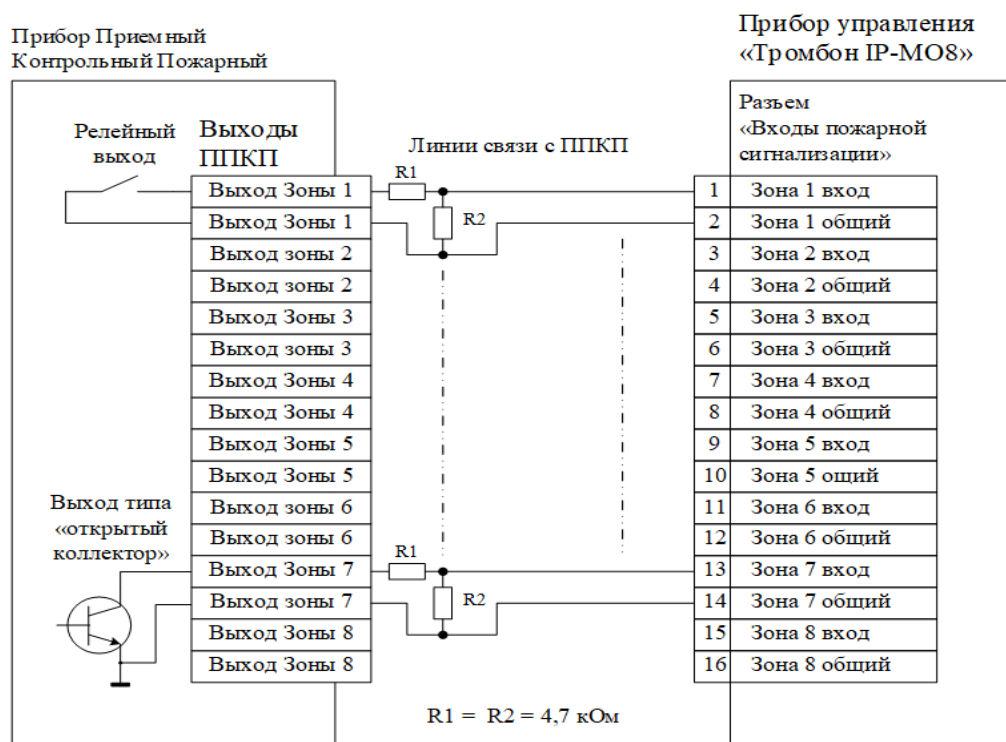

Рисунок 6 - Контроль исправности линий связи
- Вариант 1 аналогового подключения, с обеспечением контроля исправности линий связи. Схема подключения приведена на (Рисунок 6). Ниже приведены параметры сигналов на входах пожарной сигнализации прибора при включенной системе контроля исправности линий связи: